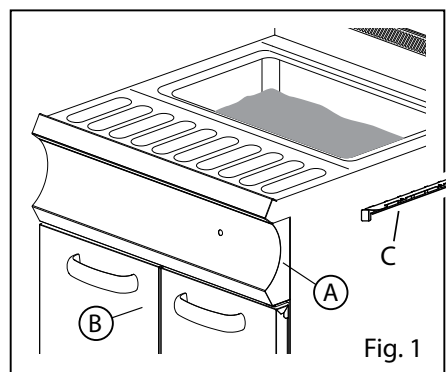

Fig. 1
1. Desmonte el panel portamandos y los pomos (Fig. 1/A)
2. Abra la/s puerta/s del equipo (Fig. 1/B)
- Monte el porta bulbo y el bulbo (Fig. 1/C)